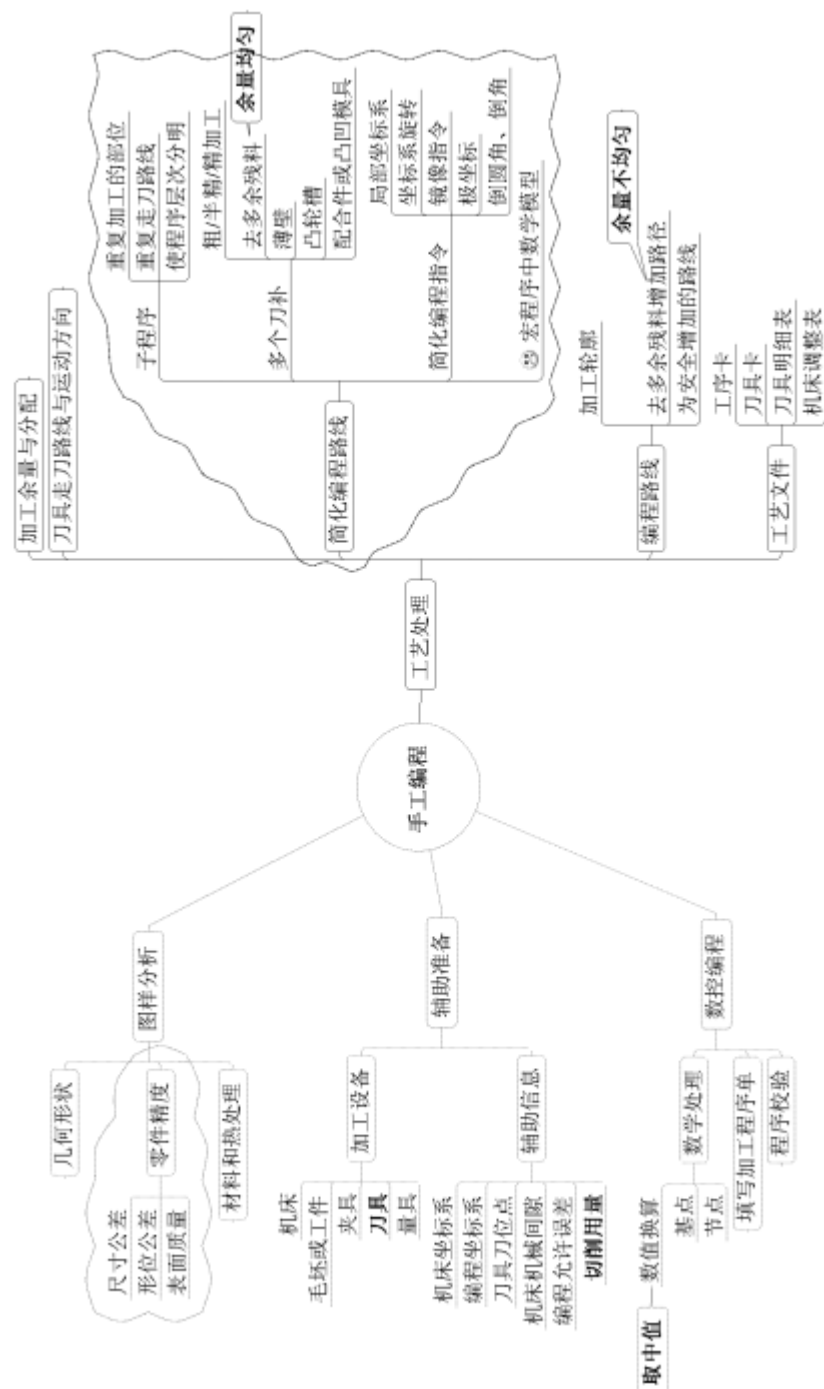
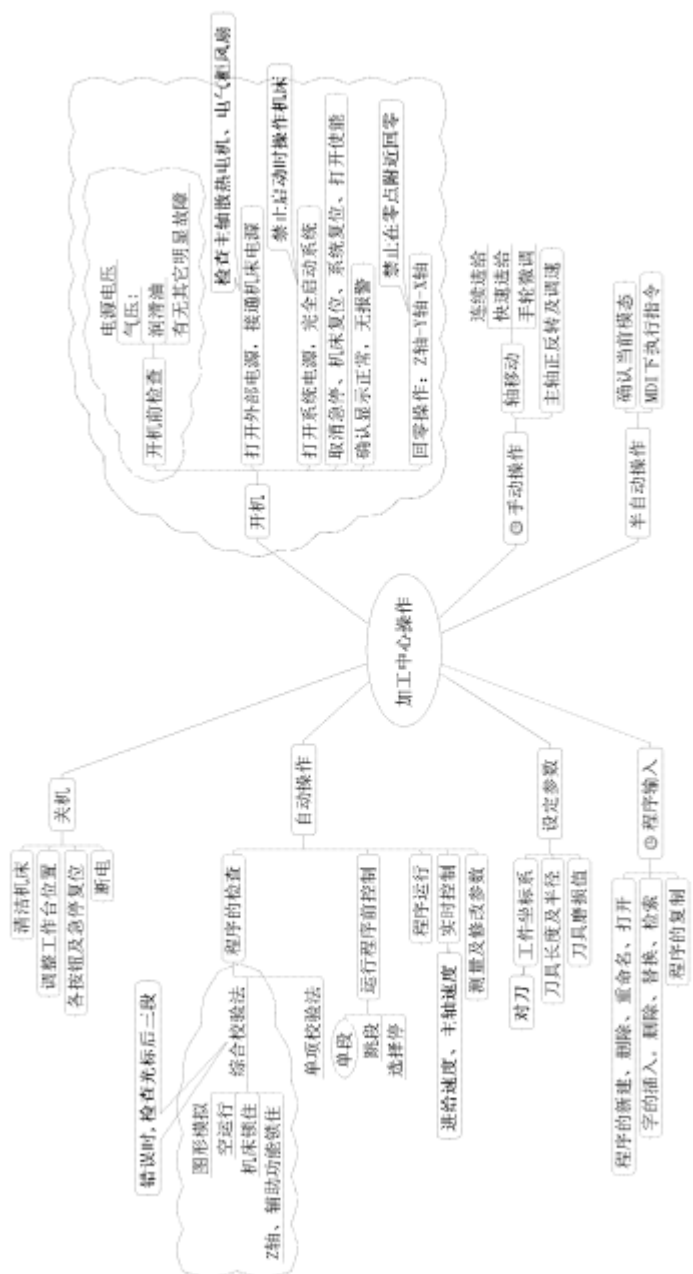

图 7: 手工编程思维导图
图 8: 数控机床的操作思维导图
互动提问	<ul style="list-style-type: none">• 方槽椭圆槽的宏程序• 斜面与圆柱面的宏程序• 球面的宏程序(凸/凹)• 椭球面的宏程序• 任意轮廓倒圆角(系统变量)• 任意轮廓倒圆角(G10)• Siemens 上倒角与倒圆• 宏程序调用基本知识• 宏程序调用的应用• 多轴加工概述• 四轴加工:圆柱凸轮的加工• 五轴加工简介• 综合练习(一)• 综合练习(二)• 综合练习(三)• 综合练习(四) <p>(1) 实习教学计划</p> <ul style="list-style-type: none">• 两面加工类零件加工• 薄壁配合件加工• 宏程序加工• 综合加工(钢材) <p>二、 手工编程复习</p> <p>如下面的思维导图 7</p> <p>三、 数控机床的操作</p> <p>如下面的思维导图 8</p>
<p>互动提问</p>	<ul style="list-style-type: none">• 方槽椭圆槽的宏程序• 斜面与圆柱面的宏程序• 球面的宏程序(凸/凹)• 椭球面的宏程序• 任意轮廓倒圆角(系统变量)• 任意轮廓倒圆角(G10)• Siemens 上倒角与倒圆• 宏程序调用基本知识• 宏程序调用的应用• 多轴加工概述• 四轴加工:圆柱凸轮的加工• 五轴加工简介• 综合练习(一)• 综合练习(二)• 综合练习(三)• 综合练习(四) <p>(1) 实习教学计划</p> <ul style="list-style-type: none">• 两面加工类零件加工• 薄壁配合件加工• 宏程序加工• 综合加工(钢材) <p>二、 手工编程复习</p> <p>如下面的思维导图 7</p> <p>三、 数控机床的操作</p> <p>如下面的思维导图 8</p>